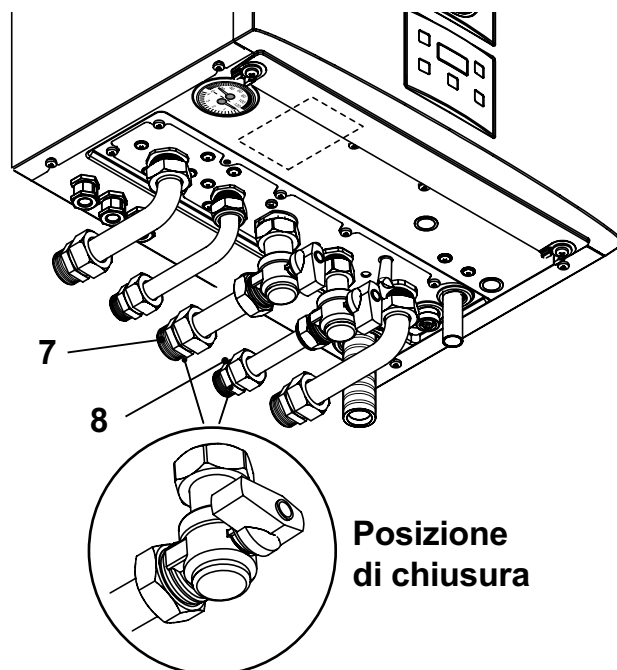

Figura 6.2
- Richiudere il rubinetto gas 7 in Figura 6.2